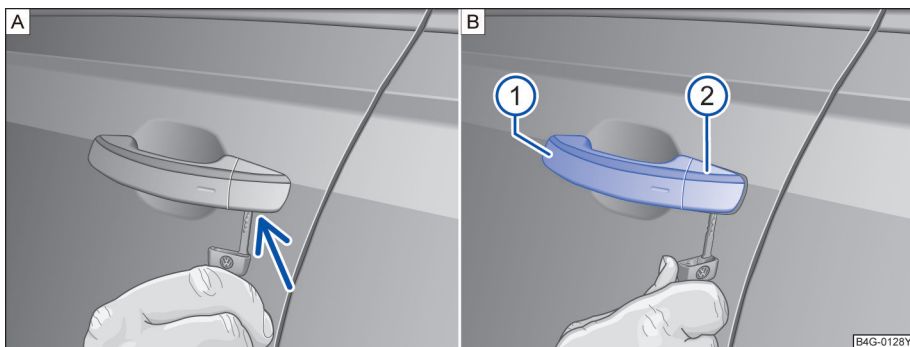

图 48 取下在驾驶员车门内车门锁的盖罩
- 拉起开门把手 ①。
- 将无线遥控钥匙的钥匙头从下面插入盖罩的开口内 ⇒ 图 48 ②。
- 转动钥匙以便松开盖罩并取下。⇒ 图 48